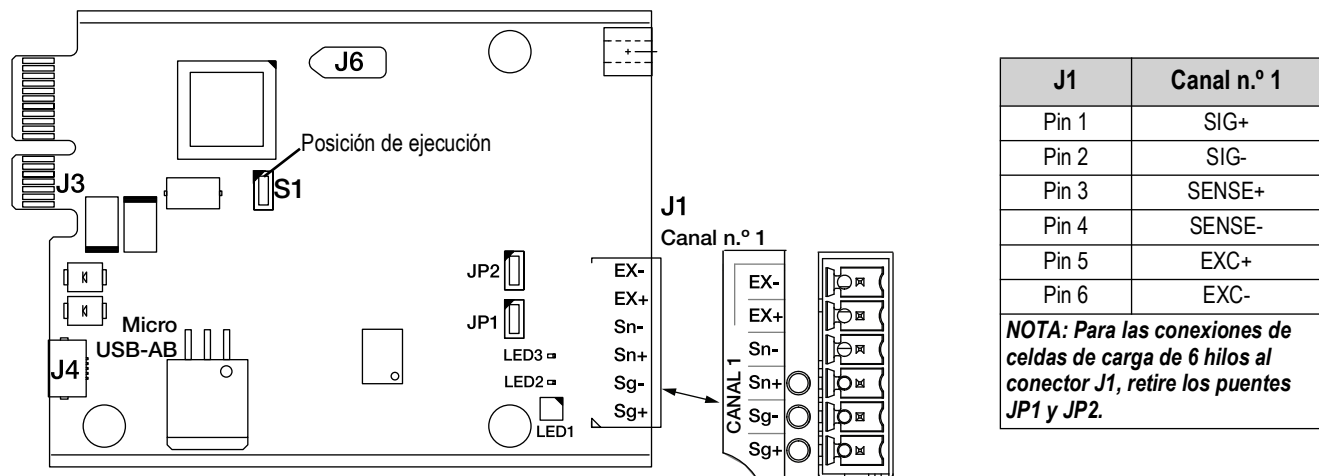

Figura 8-3. Asignación de clavijas de la tarjeta A/D de un solo canal
2. Conecte el cable de la celda de carga de la báscula al conector (del kit de piezas) para J1 como se muestra en la Figura 8-3.